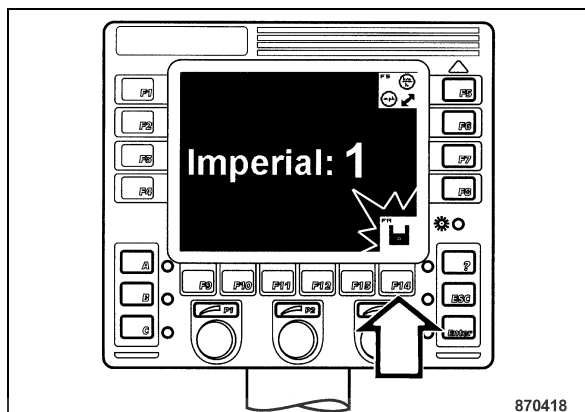

fig. 77
- Appuyer sur la touche "F14" après avoir effectué les modifications désirées (fig. 77). Le symbole "Mémoriser" s'allume momentanément en vert sur le display.